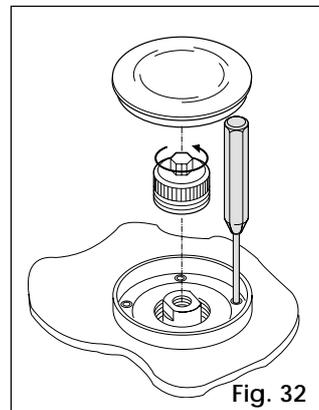
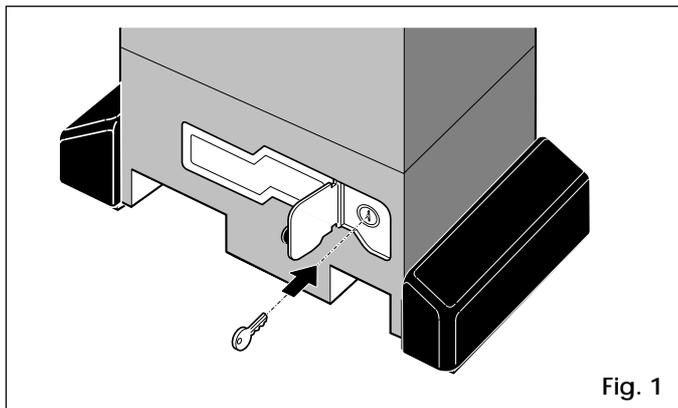

Fig. 32
Fig. 1
- 2) ôter le capot protecteur (Fig.1-rep.9) et dévisser à fond le bouchon de la vis de réglage de l'embrayage (Fig.32);
Pour accéder au réservoir, retirer momentanément le bouchon de remplissage (Fig. 1 rep.10).
- 1) Ouvrir le volet de protection et introduire la clé prévue à cet effet dans la serrure (Fig. 1).